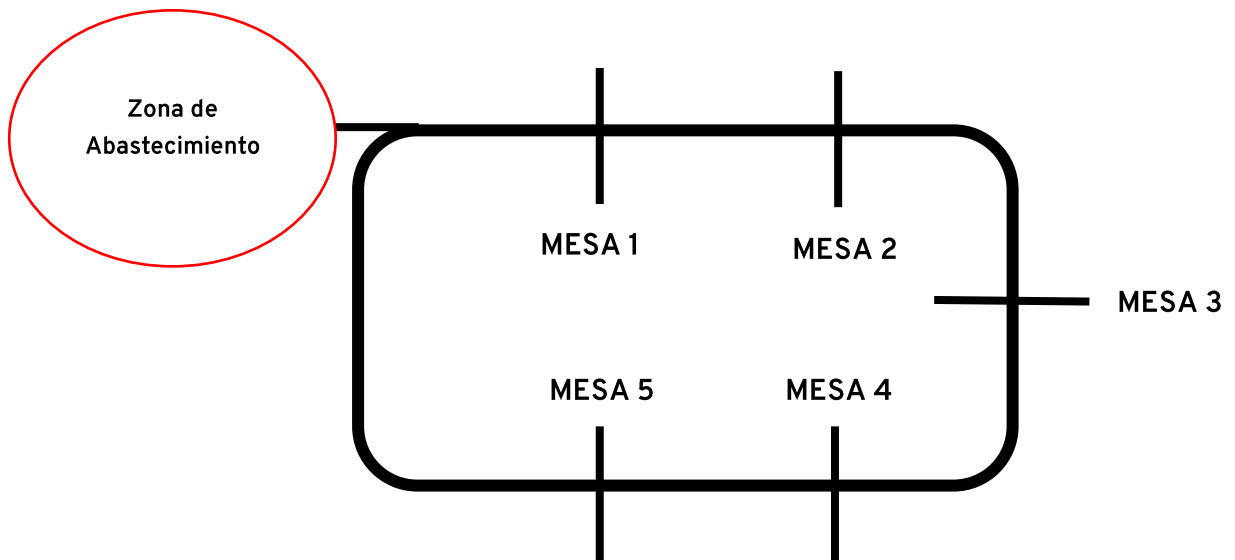

Figura 1 – Circuito de Reparto de Pedidos
Esta secuencia viene ordenada de tal forma que la posición de cada número es equivalente al número de mesa. Por otro lado, cada uno de esos números representa si hay pedido (1) o no hay pedido (0). Para nuestro ejemplo, esto se interpretaría como que el robot tiene pedidos en la mesa 2 y 3. Tomaremos como escenario de referencia un circuito conformado por líneas negras similar al de la **Figura 1**.